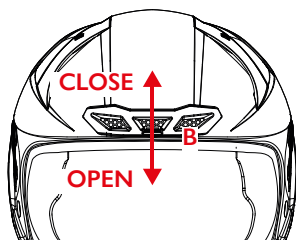

FIGURA 4
TOMA DE AIRE FRONTAL — B — Figura 4
- Figura 4: Deslice hacia arriba el cursor central para cerrar la entrada de aire, deslice hacia abajo para abrirla.